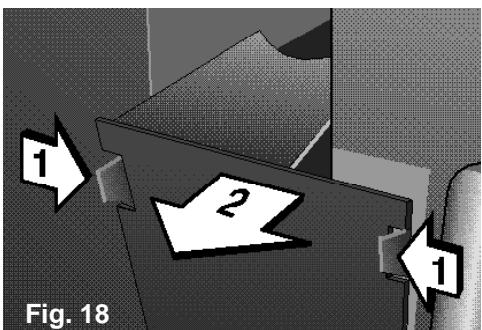

Fig. 18
- Retirar la tapa F, Fig.1, de la unidad interior con lo que queda a la vista la zona de unión de la manguera flexible, Fig. 18.